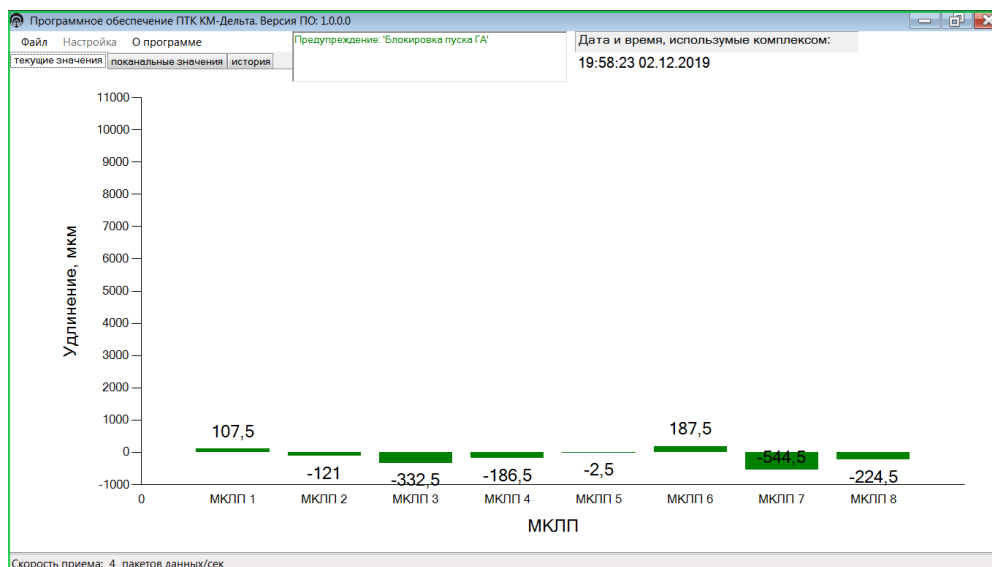

Рисунок 13
6.2.3.7 Выбрать пункт меню «Файл» - «Соединить». В окне появится отображение сигналов, поступающих от МКЛП (см. рисунок 13).